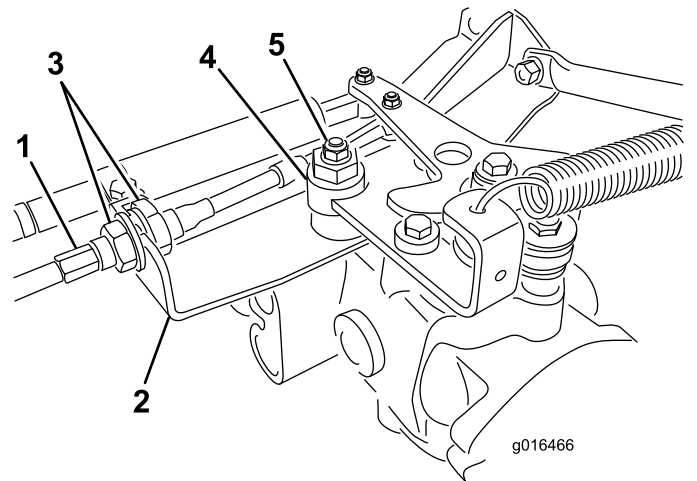

Figura 43
- A. Allentate entrambi i controdati che fissano il cavo di comando della trazione alla paratia dell'igrostatato (Figura 43). Assicuratevi che i controdati siano allentati in modo uguale e a sufficienza per consentire la regolazione.
- B. Allentate il dado che fissa l'eccentrico alla parte superiore dell'igrostatato (Figura 43).
Quando la ruota cessa di girare, serrate il dado di bloccaggio dell'eccentrico per mantenere la messa a punto (Figura 43). Verificate la regolazione portando l'acceleratore in posizione di MINIMA e MASSIMA.
- E. Da ambo i lati della piastra serrate in modo **uniforme** i dadi che fissano il cavo di trazione alla piastra (Figura 43). Non torcete il cavo.